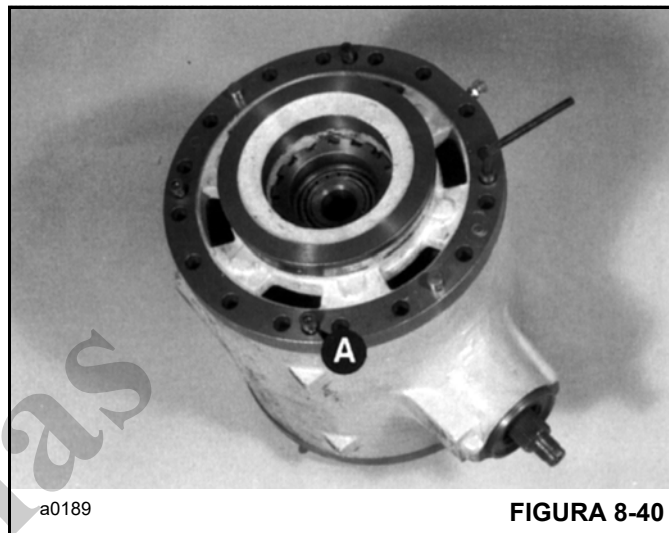

FIGURA 8-40
10. Aplique Loctite® 275 na face de contato da cabeça de acionamento. Instale a carcaça do pistão do freio. Verifique se as marcas feitas durante a desmontagem estão alinhadas. Instale os parafusos **A** (Figura 8-40) (consulte a Nota) e aperte-os com um torque de 56 Nm (42 lb-pé). O torque aplica-se às duas carcaças do pistão.